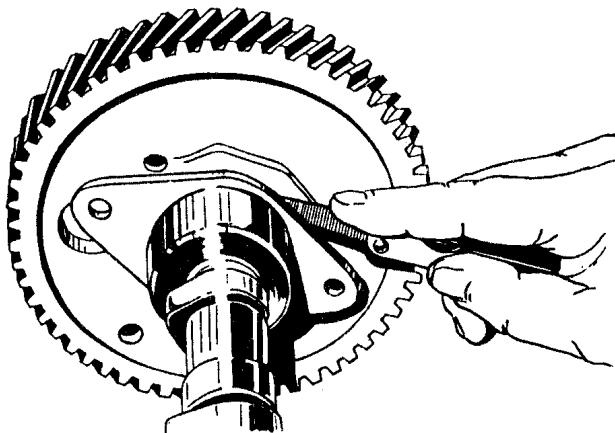

Рис.74. Проверка осевого зазора распределительного вала
- с помощью щупа, введенного между упорным фланцем и ступицей шестерни распределительного вала, измерить осевой зазор распределительного вала (рис.74). Зазор должен быть  $0,08\ldots0,26 \text{ мм}$ .